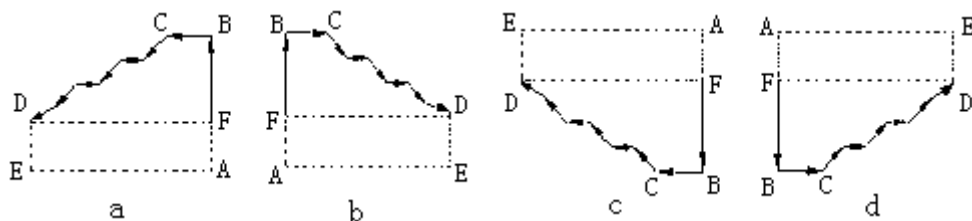

图 4-16-2
- 11) 用 G71 指令切削的形状有以下四种情况，如图 4-16-2 所示；但无论哪一种都是从 G71 起始点 A 开始、刀具平行于 Z 轴对毛坯进行逐层剥离切削、直到 B 点。
- 14) G71 指令切削的形状有以下四种情况：图 4-16-2 中，A 点为 G71 的起始点、B 点为加工轮廓起点、D 点为加工轮廓终点、BCD 段表示加工的轨迹。